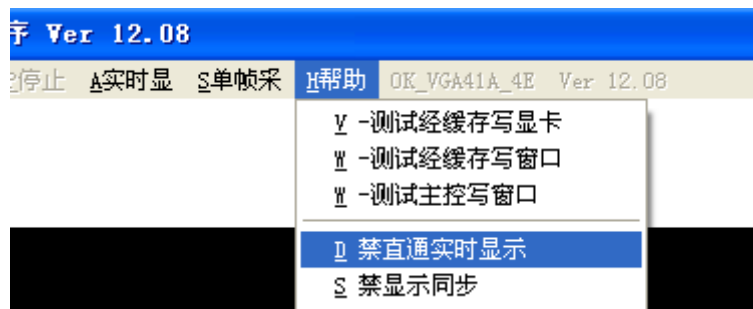

图 17
- (1) 如果能够采集到正常的图像，说明采集卡工作正常，可以开始图像采集了。
- (2) 如果“实时采”功能异常，但“单帧采”和“经缓存实时显示”正常，说明采集卡与您计算机的显卡硬件不兼容，建议使用“经缓存实时显”的方式代替“实时显”方式。
- (3) 如果您必须用“实时显”方式，那么您可以尝试选择“帮助”菜单下的“禁直通实时显示”功能，如图 17 所示，再点击“实时显”看图像是否正常。如果勾选该项后，“实时显”功能依然不能正常使用，说明您目前所用的计算机的显卡和我们的采集卡硬件不兼容，您只能使用“经缓存”的方式显示图像。